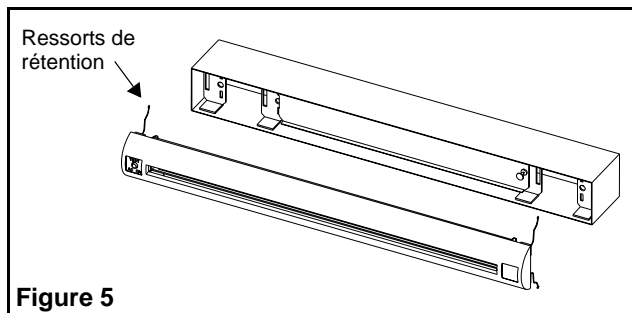

Figure 5
2. Comprimer les ressorts de rétention et mettre en place la plaque de finition dans le boîtier du luminaire (voir fig. 5). Enfoncer la plaque de finition dans le boîtier encastré.